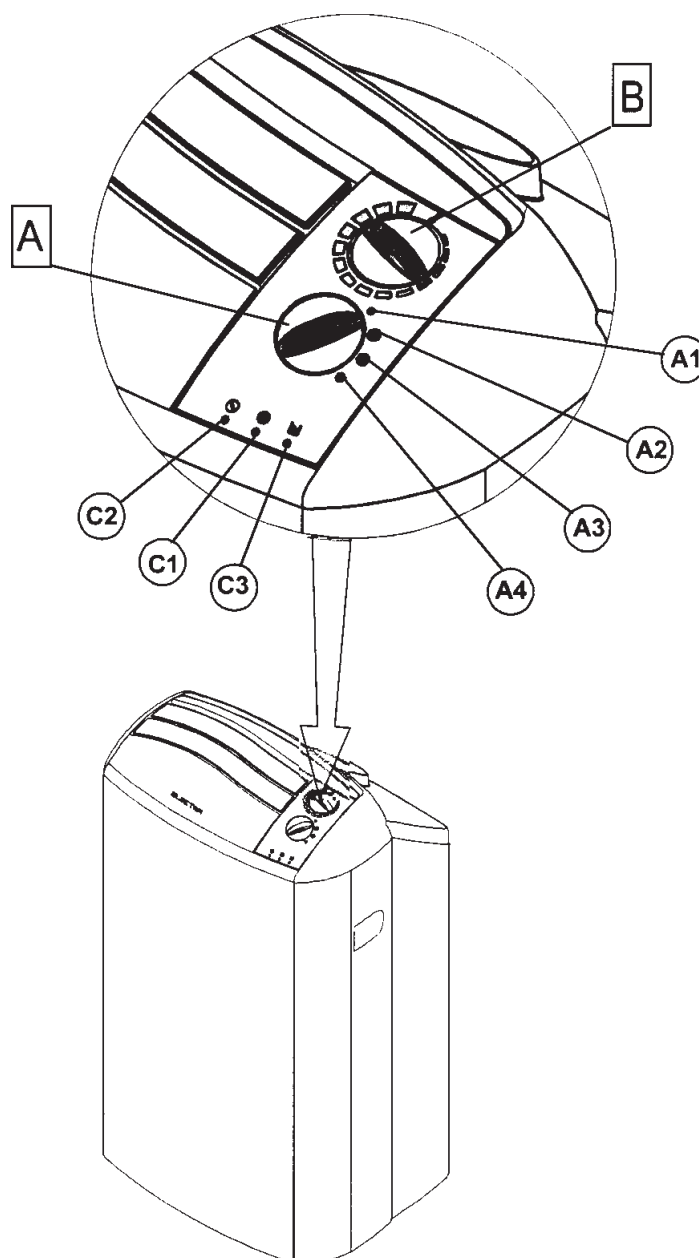

Рис. 13
## ПАНЕЛЬ УПРАВЛЕНИЯ КОНДИЦИОНЕРОМ (см. рис. 13)
- Обязательно предусмотрите отвод конденсата (см. рис. 13).